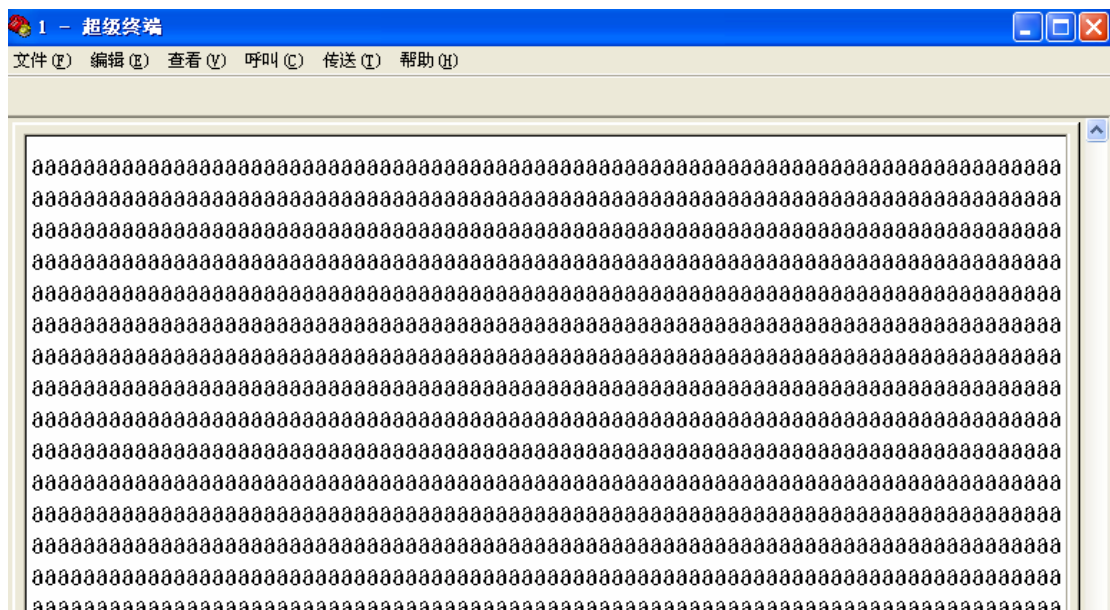

图 5-72 串口例程终端打印数据
2) 重新按下复位按键，再次输入字符 a，可以看到界面满屏幕都输出整屏 a 如图 5-72 所示